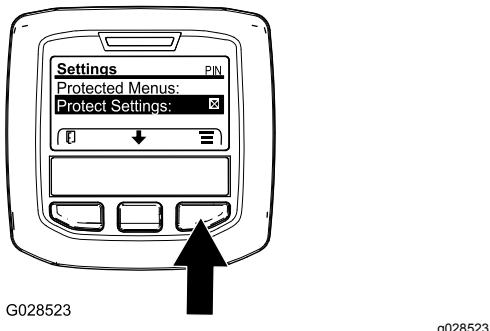

Figura 44
- Accedete al menu protetto e sbloccate il sottomenu delle impostazioni protette (Figura 44); fate riferimento a Accesso ai menu protetti \(pagina 35\).